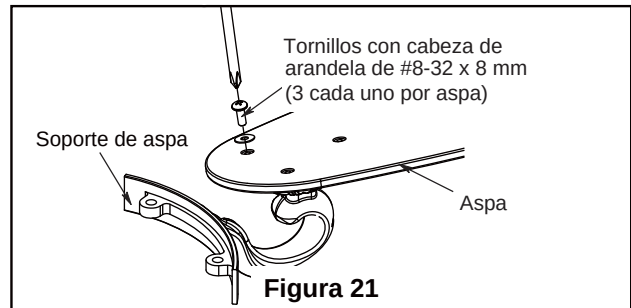

Figura 21
1. Coloque el aspa sobre el soporte de aspas con los pilotes roscados a la vista. Asegúrese de que la parte inferior del aspa se encuentre bien apoyada sobre el soporte. Con un destornillador Phillips, fije los tornillos con cabeza de arandela de #8-32 x 8 mm para asegurar la placa en el brazo de sujeción de las palas. (Figura 21).